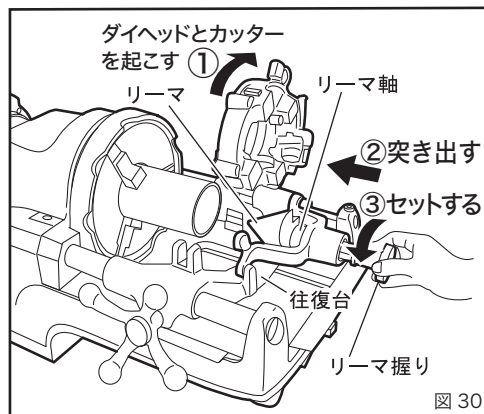

図 30
①使用しないダイヘッドとカッターを起こしてください。(図 30)
②リーマを往復台にセットしてからリーマ握りを押して、リーマを突き出します。(図 30)
③リーマ握りを反時計方向に回してホルダーにセットします。(図 30)
案内セットノブ(図 30 参照) を押し上げてダイヘッドをねじ切りのセット状態にします。そしてパイプにねじを切っていきますと、パイプ端面が切上レバーにあたり、徐々に押し出していきます。パイプに切られたねじが規定長さになりますと、切上レバーが押し上げられ、チェーザがパイプから離れねじ切りが終わります。(図 36-1)